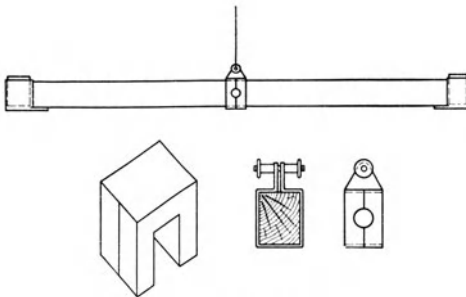

Fig. 99.
**Anleitung.** a) Befestige die Hülse genau in der Mitte des Stabes, von dem sämtliche Massen entfernt worden sind, hänge den Stab am Stahldraht auf und drehe ihn um  $\sim 10$  bis  $15^\circ$  (Fig. 99). Laß ihn los und hemme etwa auftretende Pendelschwingungen durch Berühren des Drahts mit der Hand, einer Feder oder einem